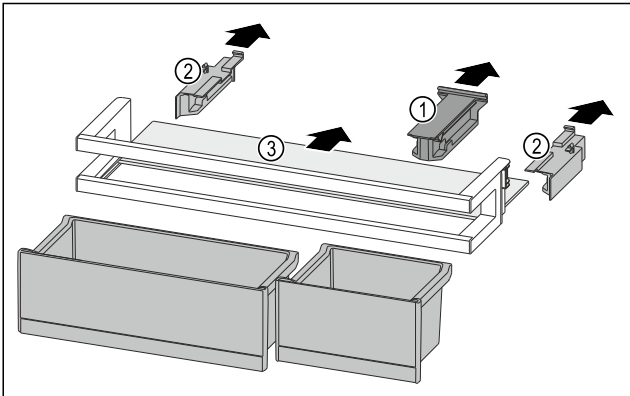

Fig. 222
- Retirer la pièce de retenue Fig. 222 (1).
- Retirer les parties latérales Fig. 222 (2).
- Retirer la tablette de rangement Fig. 222 (3).